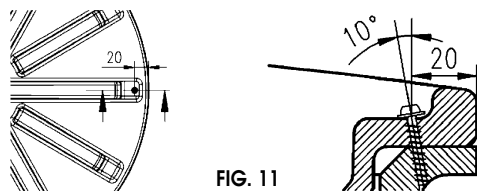

FIG. 11
- Per impedire l'apertura non autorizzata del coperchio (sicurezza bambini), soprattutto in caso di installazione interrata, il coperchio può essere bloccato con la vite fornita: praticare un foro di $\varnothing 3$ mm nell'incavo predefinito sul coperchio e la staffa del serbatoio (angolo di 10°), quindi avvitare. (vedi FIG. 11 - qui sotto).